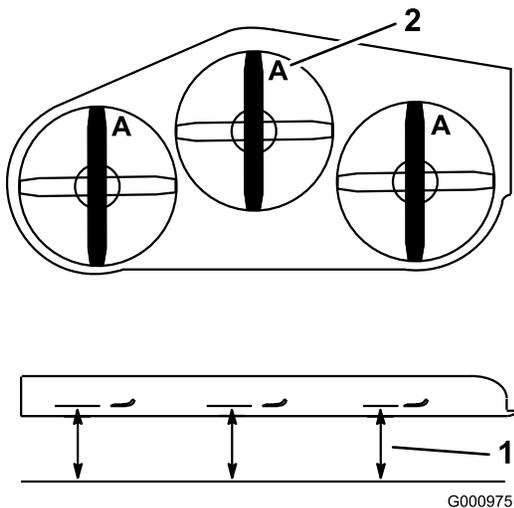

Рисунок 88
- Измерьте расстояние от горизонтальной поверхности до режущей кромки ножей в положении **A**, (Рисунок 88).